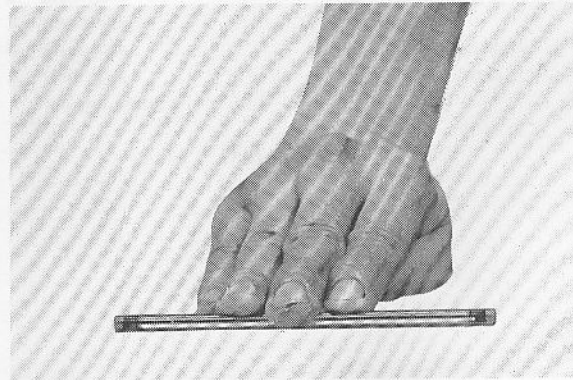

Fig. 3-3-28
12. Roll the push rod across a surface plate. If rod is bent, replace. (Fig. 3-3-28)
12. Tourner la tige poussoir sur une surface plane. Si la tige est courbée, la remplacer. (Fig. 3-3-28)